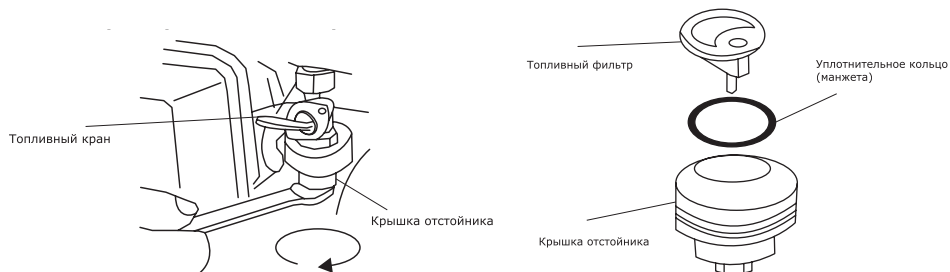

Рис. 17
- Отверните болт крышки отстойника, расположенный снизу топливного крана при помощи ключа (рис. 17).
- Очистите или продуйте сжатым воздухом и установите обратно фильтр и манжету (рис. 17).